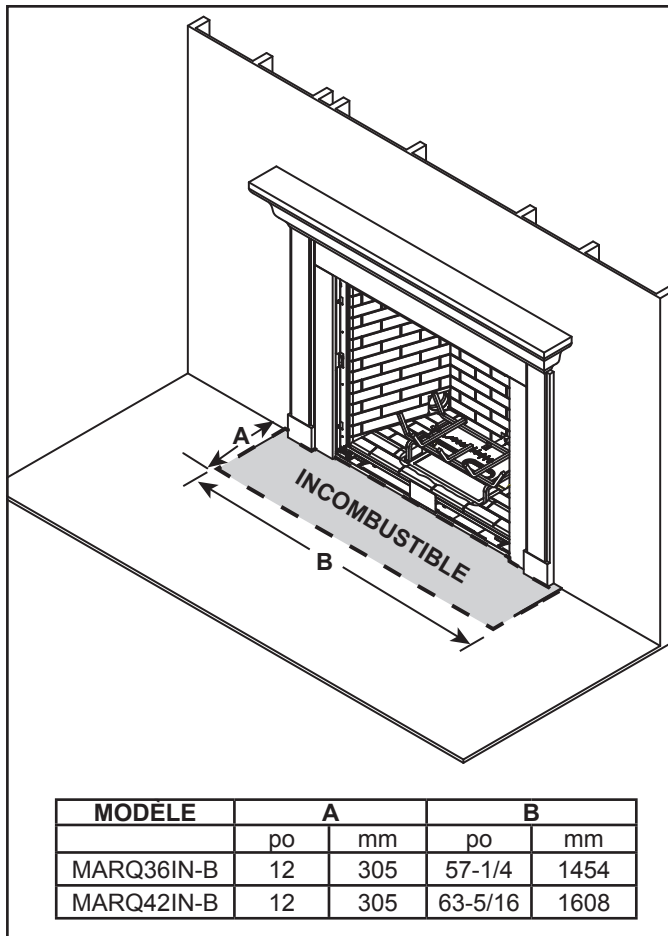

Figure 3.8 Dimensions du prolongement de l'âtre incombustible
- Le prolongement de l'âtre doit être incombustible et servir à protéger les planchers inflammables devant l'appareil. Voir les figures 3.8 et 3.9